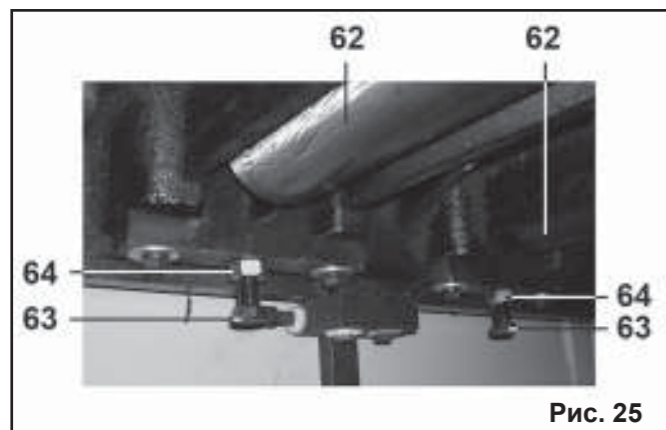

Рис. 25
10.9.1. Регулировка роликов (62).
Все регулировки выполнены на заводе, но если вы почувствовали, что узел разрегулировался, выполните следующее: отключите питание, поверните маховик (3) (Рис. 3) и поднимите стол (8). Регулировочный винт (63) роликов (62) (Рис. 25) находится в нижней части рабочего стола (8) (Рис. 24-25). Ослабьте гайки (64), болтом (63) отрегулируйте высоту роликов (62) и после регулировки зафиксируйте положение, затянув гайки (64).